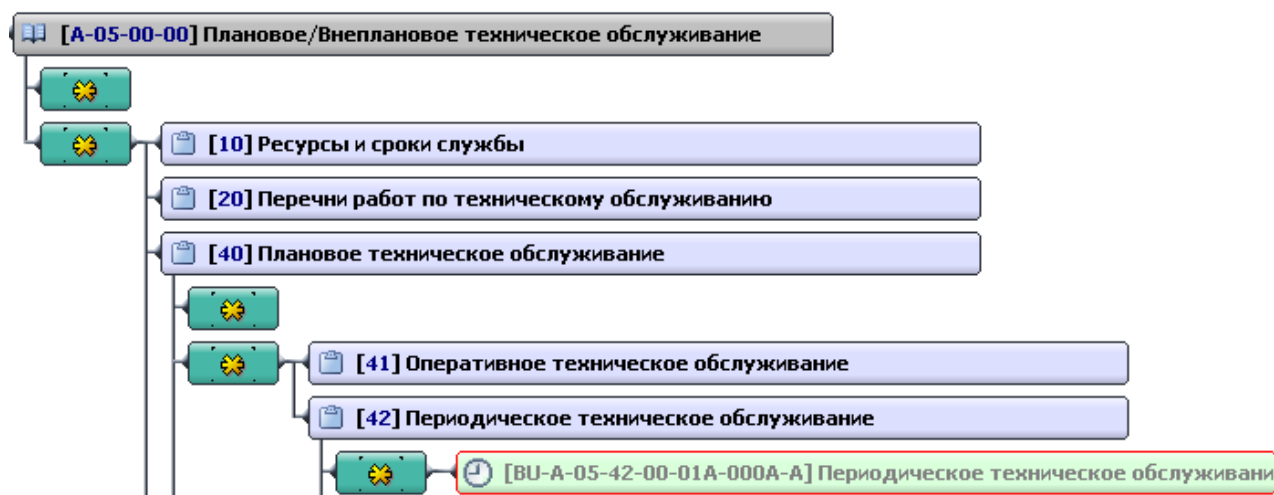

Рис. 9.70
4. Дайте модулю данных название «Периодическое техническое обслуживание – 300 часов», введите код (Рис. 9.70).